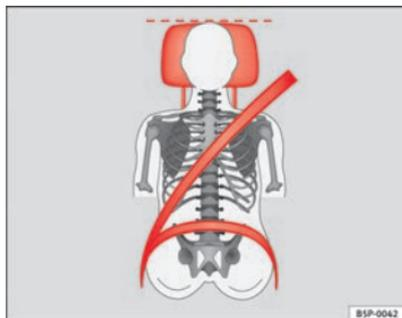
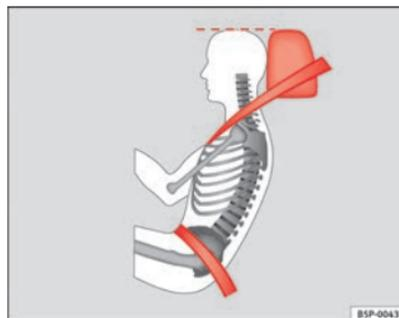

Fig. 66 Vista de frente: encosto de cabeça e cinto de segurança ajustados correctamente
Fig. 67 Vista de lado: encosto de cabeça e cinto de segurança ajustados correctamente
- Ajustar o encosto de cabeça de modo a que o rebordo superior do mesmo fique alinhado com a parte superior da cabeça, no mínimo à altura dos olhos ⇒ fig. 66 e ⇒ fig. 67.